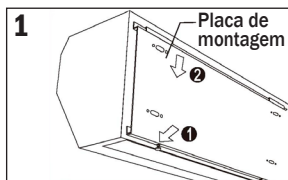

Figura 1
1. Remova o parafuso de fixação da placa de montagem e, em seguida, remova a placa de montagem, conforme mostrado na figura 1.
1. Rimuovere la vite di fissaggio della piastra di montaggio, quindi rimuovere la piastra di montaggio, come mostrato nella figura 1.